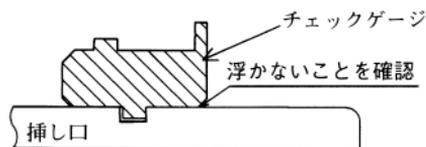

図69 溝深さの確認
- ①チェックゲージ (図69) を加工後の溝に入れて、挿し口全周にわたって浮かないことを確認する。チェックゲージが浮いた場合、溝が浅いので、再度溝切り加工を行う。